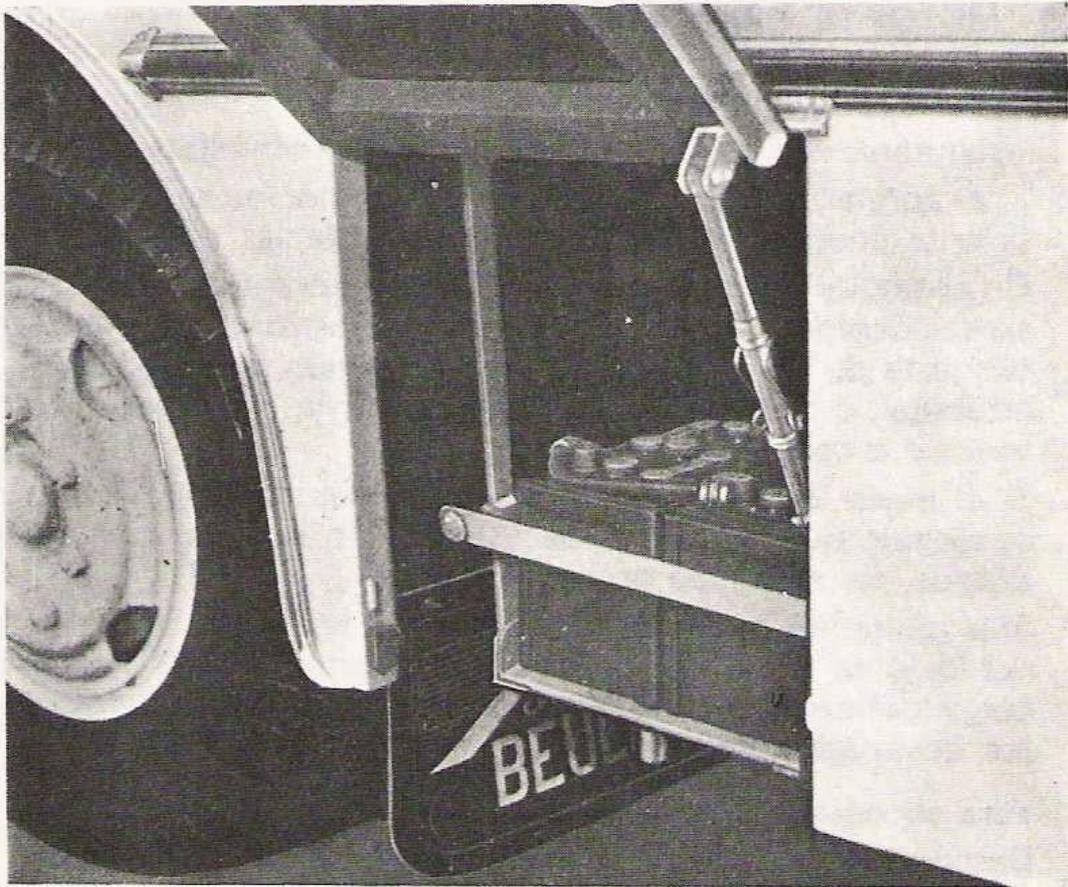

Fig. 14.1. - BATERIAS
14.2 ENTRETENIMIENTO DE LAS BATERIAS (fig. 14.1)